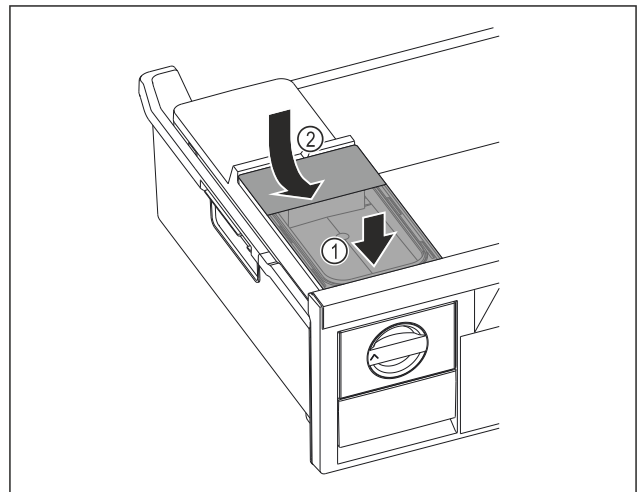

Fig. 82
- ▶ Rezervoar za vodo namestite spredaj. Fig. 82 (1)
- ▶ Zadaj rezervoar za vodo spustite. Fig. 82 (2)